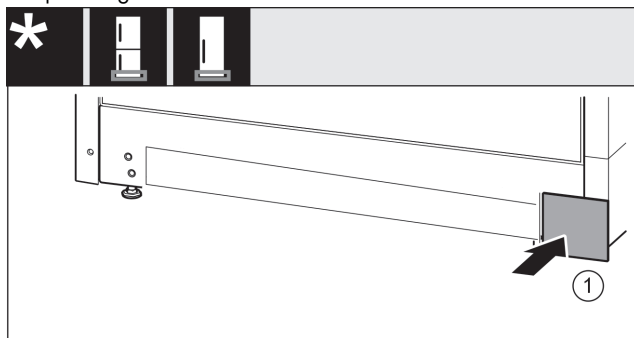

Fig. 50
- Remettre le cache Fig. 50 (1) en place de l'autre côté.